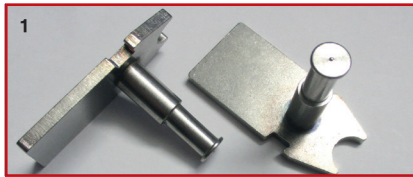
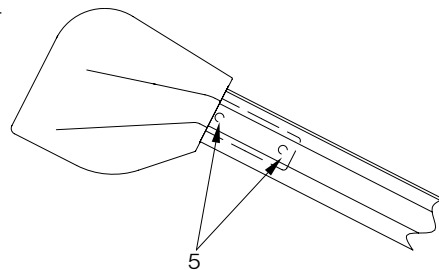
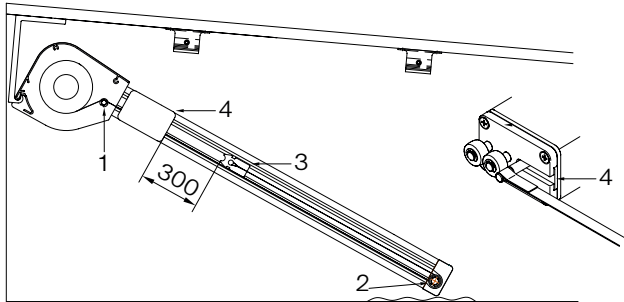

Abb. 10: Endmontage-Set
Abb. 14: Befestigung der Führungsschienen am Kasten
Abb. 15: Einhängen der Zugbänder
- » Legen Sie das Blendenunterteil und das Endmontageset (Abb. 10) zur Seite.
- » Verschrauben Sie diese an den dafür vorgesehenen Stellen an der Innen-seite (5 – Abb. 14) mit Senkkopfschrauben M4x6 TX20 (im Endmontageset 2 – Abb. 10). Achten Sie darauf, dass die
- » Die Zugbänder über die Umlenkrolle im Markisenkasten legen (1 – Abb. 15).
- » Zugbänder um die untere Umlenkrolle führen (2 – Abb. 15).
- » Zugbänder in die Haken (1 – Abb. 10) einhängen, Zugband am Haken ziehen und in die Fallstange einschieben (4 – Abb. 15), bis dieser eingerastet ist